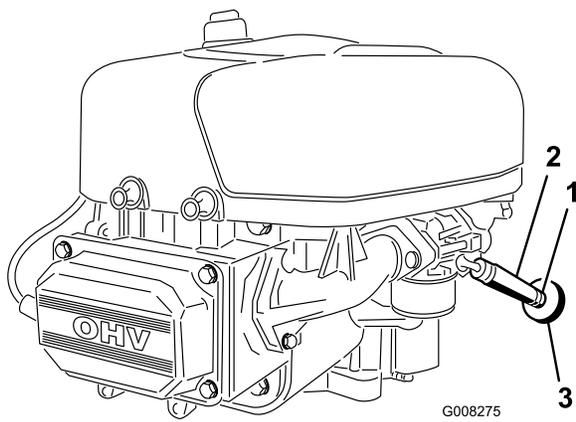

Figure 28
7. Desserrez le collier de serrage au niveau du filtre à carburant et éloignez-le du filtre en le poussant le long de la conduite d'alimentation (Figure 28).
8. Débranchez la conduite d'alimentation du filtre à carburant (Figure 28).
11. Rapprochez le collier de serrage du filtre pour fixer la conduite d'alimentation (Figure 28).
Le meilleur moment pour remplacer le filtre à carburant (Figure 28) est lorsque le réservoir à carburant est vide. Ne réinstallez jamais un filtre à carburant encrassé après l'avoir déposé de la conduite d'alimentation.